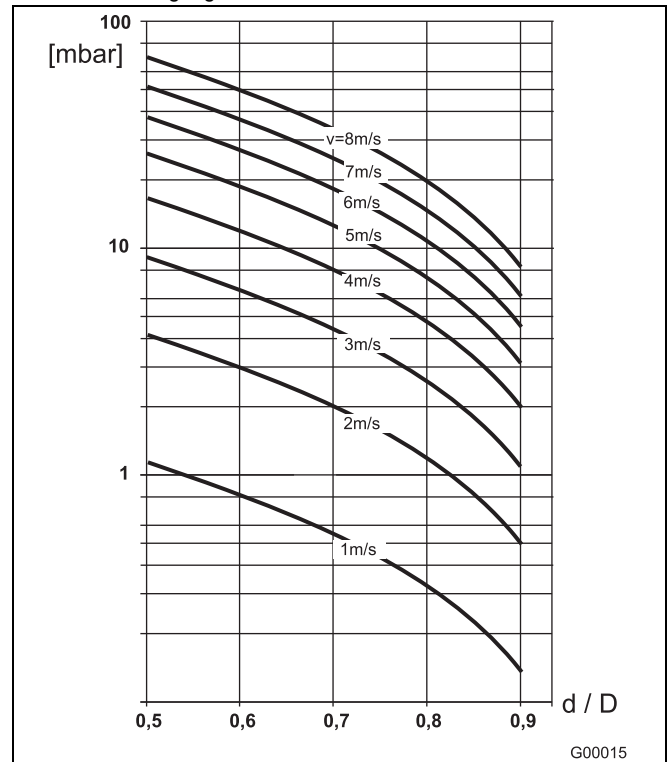

Abb. 23
- Die Fließgeschwindigkeit aus dem Durchflussnomogramm (Abb. 23) entnehmen.
- In der Abb. 23 auf der Y-Achse den Druckverlust ablesen.